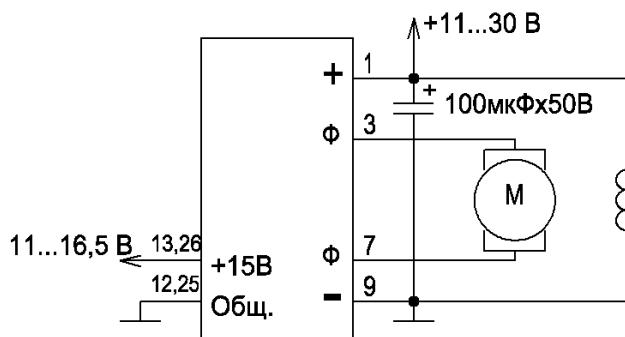

Рисунок 6.1 – Схема подключения МДК с раздельным питанием
**«+15V».** Вход питания модуля с током потребления 60...100 мА (в зависимости от варианта управления и от температуры окружающей среды) без внешней нагрузки. Питание модуля можно осуществлять как отдельного источника, так и от силового питания с установкой стабилизатора (рис.6.1 и 6.2). Не рекомендуется осуществлять питание от силовой цепи без стабилизатора даже в случае использования силового питания 12 В, т.к. схема управления может выйти из строя по коммутационным выбросам или по набросу напряжения в момент торможения.
Для подключения силовых цепей МДК рекомендуются схемы представленные на рис.6.1 и 6.2.